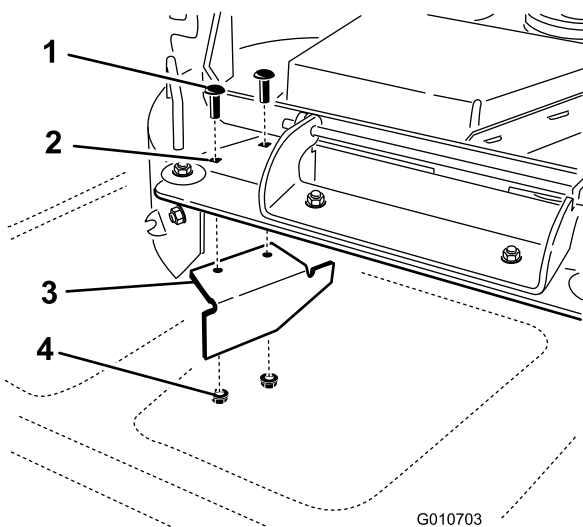

Bild 39
14. Sie finden das Versatzablenkblech in den losen Teilen. Entfernen Sie die Befestigungen an den hinteren Löchern der Auswurfplatte. Befestigen Sie das Ablenkblech an der Seitenauswurföffnung am Mähwerk (Bild 39).